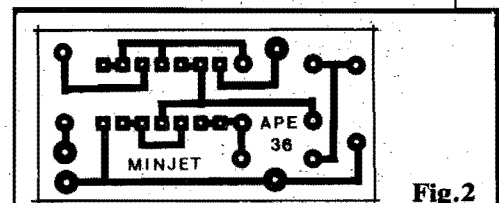

Fig.2
- FIG. 2 - LAY OUT DO CIRCUITO IMPRESSO - A plaquinha é "inha" mesmo, já que o tamanho e a quantidade de peças são mínimos, e nós "queremos" que o conjunto fique bem compacto. A figura mostra, em tamanho natural, o padrão cobreado de ilhas e pistas necessárias às interligações dos componentes. O desenho é tão modesto que mesmo quem jamais realizou uma placa, não encontrará grandes dificuldades na sua confecção, desde que obtenha o necessário material (fenolite virgem, tinta ou decalques ácido-resistentes, perclororeto de ferro para a corrosão, ferramentas para furação, etc.). O fundamental é conferir muito bem a plaquinha ao final, certificando-se de que não há erros, lapsos, curtos, etc., efetuando também uma perfeita limpeza final antes de promover as soldagens... Uma leitura atenta às INSTRUÇÕES GERAIS PARA AS MONTAGENS (encarte permanente de APE), eliminará dúvidas a respeito...